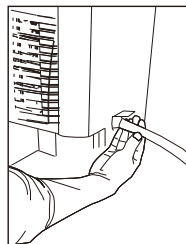

Fig.10a
- Inserte el extremo hembra roscada de la manguera de agua a través de la abertura. (fig. 10a)